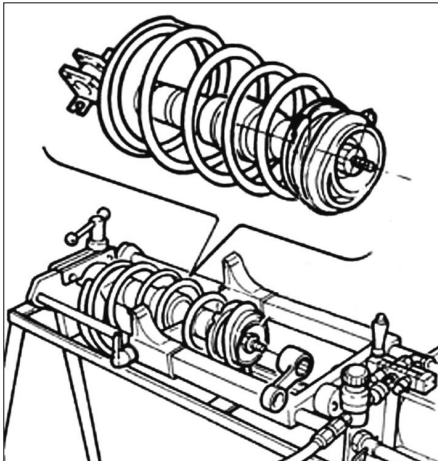

Fig. 7
- Au remontage**, respecter l'ordre d'empilage des pièces, les couples de serrage prescrits et veiller au positionnement correct des extrémités du ressort sur les coupelles inférieure et supérieure (Fig.7).